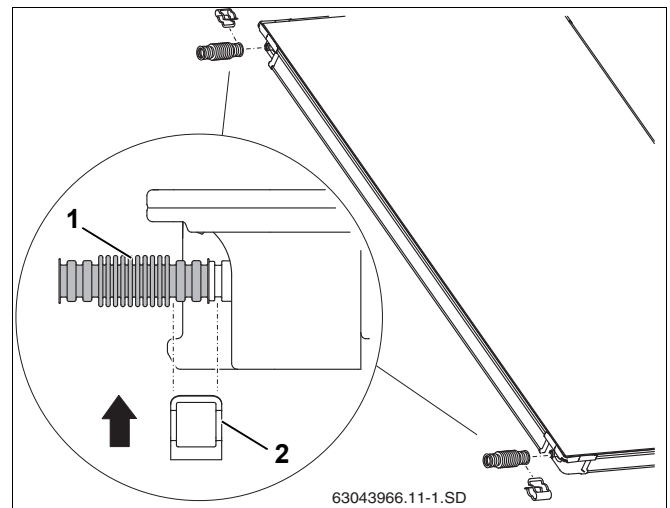

Рис. 48 Монтаж гофрированной соединительной трубы на первом коллекторе
- ▶ Наденьте гофрированные трубы (рис. 48, поз. 1) на левые штуцеры первого коллектора.
- ▶ Установите зажимы (рис. 48, поз. 2) для фиксации гофрированных труб на штуцерах коллектора.